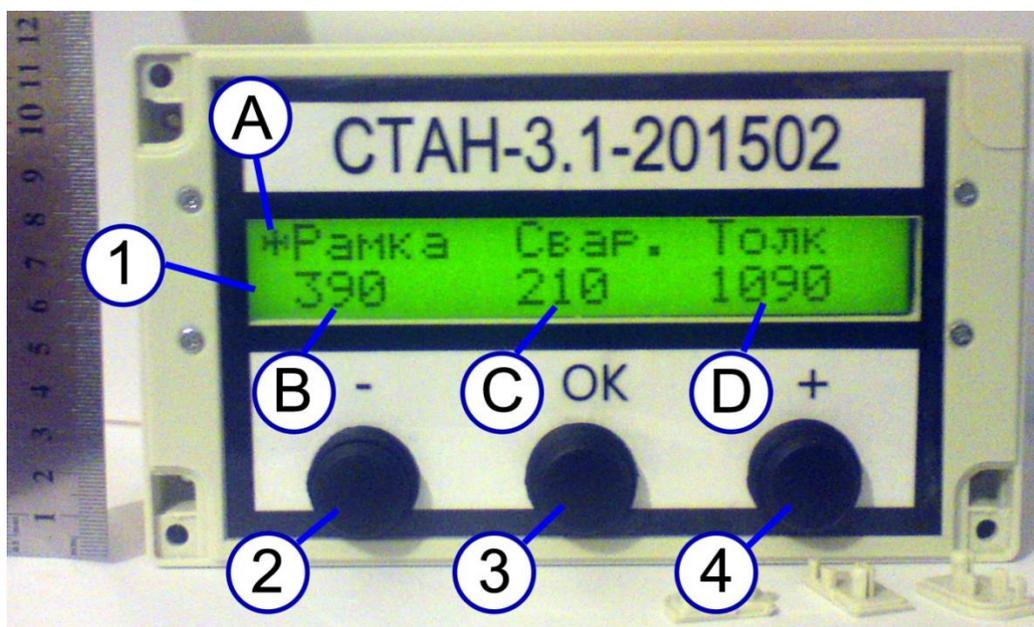
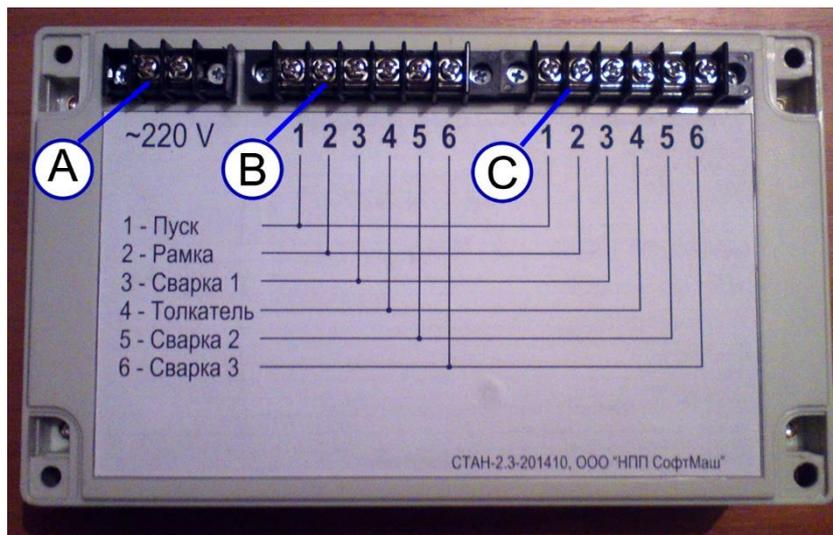

Рис. 2
Рис. 3
Конструктивно изделие выполнено в пыле-влагозащищённом пластиковом корпусе. На лицевой панели прибора (см. рис.2), расположены кнопки настройки параметров работы и LCD экран отображения. На задней стороне прибора расположены винтовые клеммы для присоединения проводов питания и управления узлами станка.
Блок управления закрепляется на шасси станка, к винтовым клеммам присоединяются провода питания и управления в соответствии с рис.3. После подачи питания изделие готово к работе. На экран выводятся рабочие параметры. В левом верхнем углу экрана мигает символ «*» (А, рис. 2), обозначающий готовность к работе.
Вход в меню настройки параметров осуществляется нажатием кнопки «ОК» (3, рис. 2). Режим редактирования отображается выводом символа «Е» в левом верхнем углу экрана. Изменяемый параметр обозначается символами «<» и «>» по краям. Увеличение и уменьшение величины производится нажатием кнопок «+» и «-» соответственно (4 и 2 на рис. 2), шаг изменения параметра – 10 миллисекунд. Переход к изменению следующего параметра – кнопка «ОК» (3, рис. 2). После нажатия кнопки «ОК» при редактировании последнего параметра происходит запись рабочих параметров в долговременную память и переход в рабочий режим. При работе в режиме редактирования рабочий режим заблокирован.
Рабочий режим обозначается мигающим символом «*» (А, рис. 2) в левом верхнем углу экрана. При нажатии кнопки «ПУСК» изделие производит выдачу команд рабочего цикла в соответствии с циклограммой работы и введенными временными параметрами. Рабочий цикл обозначается выводом символа «#» в левом верхнем углу экрана. Во время работы цикла вход в меню редактирования невозможен. По окончании рабочего цикла - переход в рабочий режим с мигающим символом «*». Для выполнения следующего рабочего цикла требуется отпустить и ещё раз нажать кнопку «ПУСК».
- Присоединять провода к изделию отличным от изображенного на Рис.2 способом и порядком.